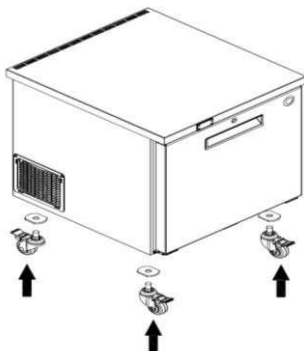

Abb. 4
- Schrauben Sie die Rollen fest (siehe Abb. 4).